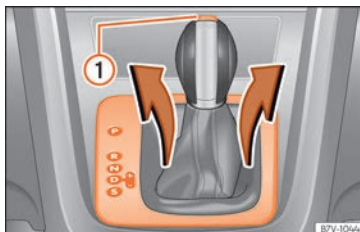

Fig. 241 Desmontar el revestimiento del campo de indicación de las marchas.
- Tire hacia arriba de la cubierta por la zona del guardapolvos de la palanca  **fig. 241**.
- Presione la tecla de bloqueo  **fig. 241**  en el pomo de la palanca y coloque la palanca en la posición **N**.